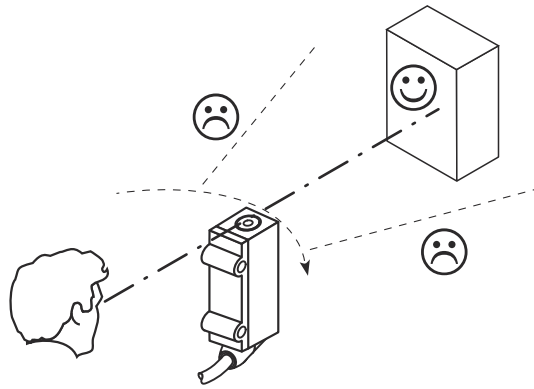

Abbildung 3: Sensorausrichtung
- ① Weißes Objekt, 90% Remissionsgrad
- ② Objekt mit 6 % ... 90 % Remissionsgrad (entspricht Standardweiß nach DIN 5033)
3. Positionierung so wählen, dass das Infrarotlicht (nicht sichtbar) in der Mitte des Objekts auftrifft. Die korrekte Ausrichtung kann nur über die Anzeige-LEDs erkannt werden (Objekt erkannt, gelbe LED leuchtet) oder unter Zuhilfenahme einer Infrarot-Wandlerkarte (siehe SICK-Zubehör-Programm). siehe Abbildung 3, Seite 10